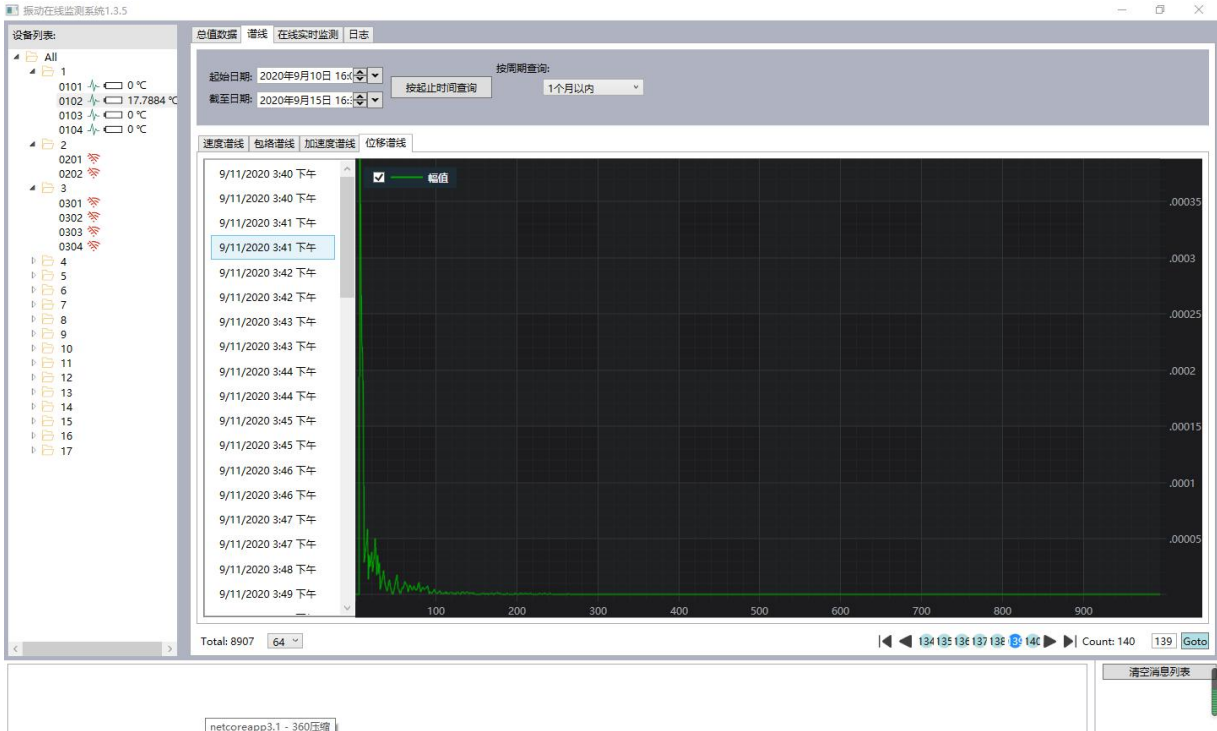

图 9
(1) 监测
- 通过线图来观察实时时域信号，如速度图 9(1、2、3)位移、加速度